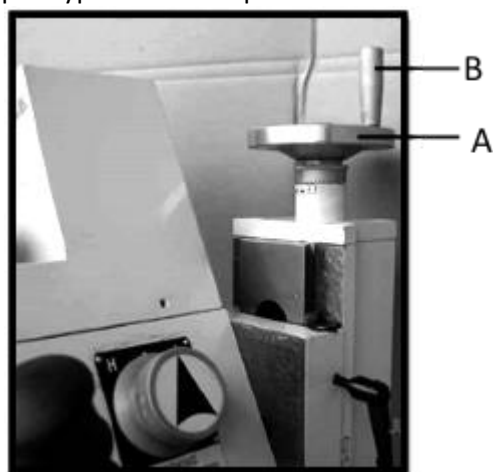

Рис.2
- Прикрутите рукоятку (B, Рис.2) к маховику (A, Рис.2) и затяните ее.